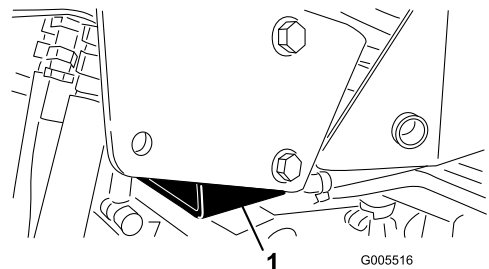

Figura 29
- Lado direito – debaixo do tapete do macaco e próximo do suporte de apoio do ROPS (Figura 29)